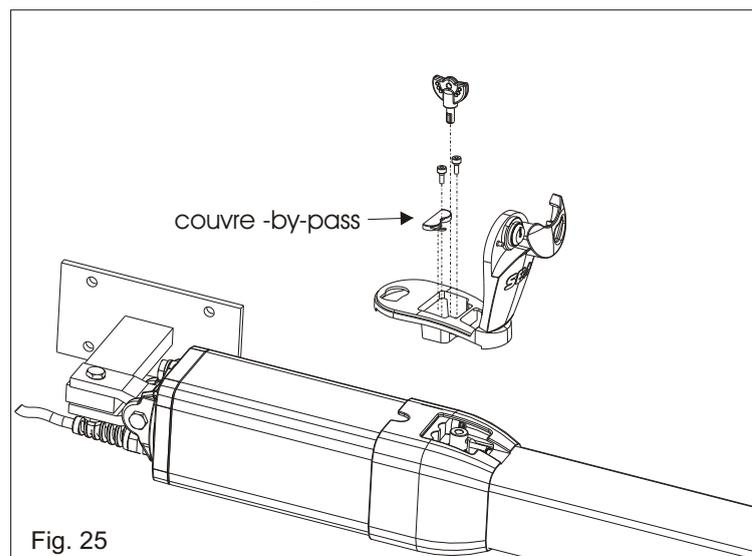

Fig. 25
**ATTENTION:** Le montage du déverrouillage en aluminium doit être effectué comme indique dans fig. 25 **seul et uniquement après avoir terminé toutes les opérations d'installation et montage du couvre tige et du tarage des valves by-pass.**